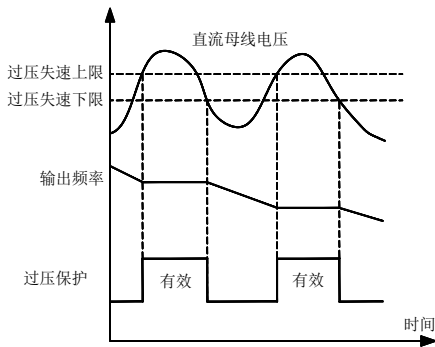

图 7-35 过压失速保护示意图
- 若过压失速保护有效，则变频器暂停减速，保持输出频率不变，则能量回馈停止，直至直流母线电压降低至过压失速电压下限值以下，重新开始减速。减速时过压失速保护过程如图 7-35 所示。